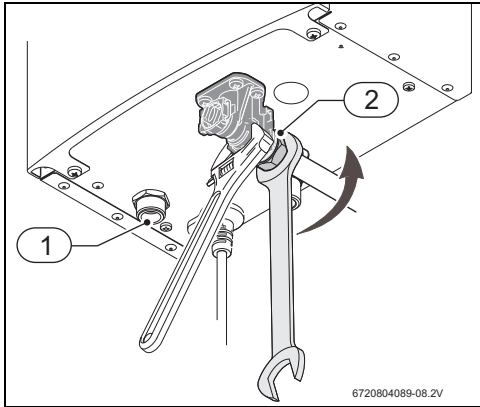

Fig. 13 Conexión de agua
- Cuando apretar la conexión de agua fría, fijar el módulo de agua conforme indicado en la Fig. 13.
- Realizar las conexiones de entrada (Fig. 13, [2]) y salida (Fig. 13, [1]) de agua utilizando los accesorios de conexión suministrados o recomendados.